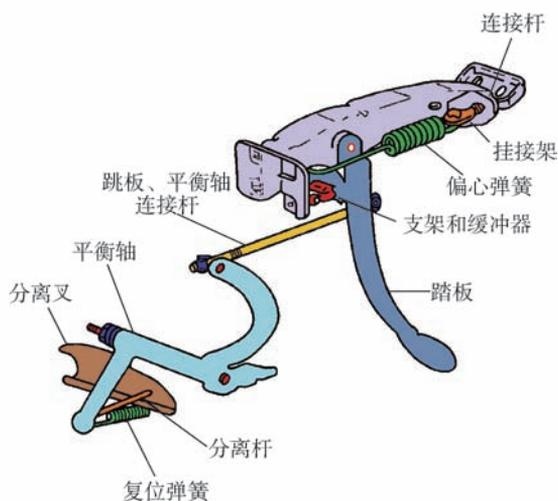

图 2-30 杠系传动操纵机构
(1) 杆系传动操纵机构。杆系传动操纵机构如图 2-30 所示，主要由离合器踏板、连接杆、分离叉及复位弹簧等组成。